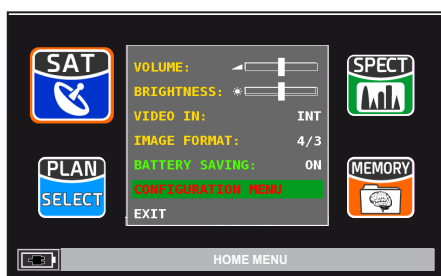

FIG. 1*
- Naciśnij przycisk „volume” i wybierz „configuration menu” (fig. 1);